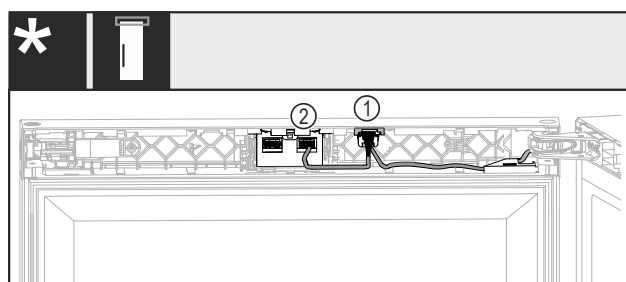

Fig. 39 Sin candado o con candado mecánico*
- Introduzca el conector macho Fig. 39 (1) con ambos cables en la guía.*
- Enganche el conector macho con un cable Fig. 39 (2) en la cavidad derecha.*